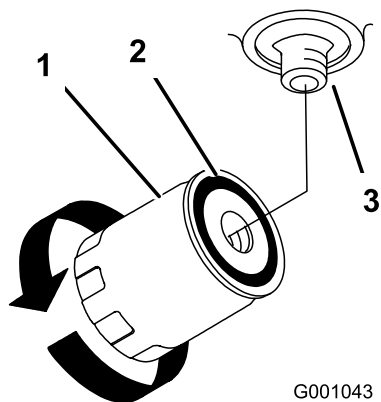

Figure 71
4. Déposez le filtre usagé et essuyez la surface du joint de l'adaptateur (Figure 71).
7. Tournez le filtre dans le sens horaire jusqu'à ce que le joint rejoigne l'adaptateur, puis donnez 1/2 tour supplémentaire (Figure 71).